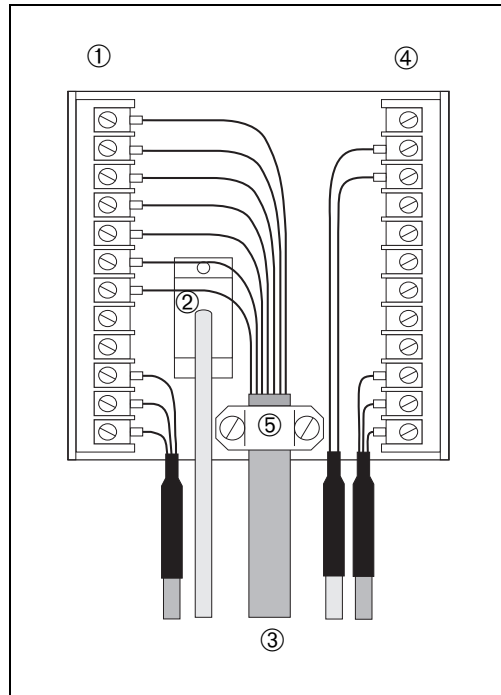

Bild 4.1: Mycom CLM 121
- bei Mycom CLM 121 an der Anschlußleiste an der Geräte-rückseite (Bild 4.1)